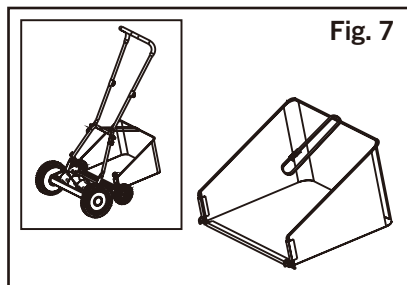

Fig. 7
- Ajustez la sangle à la bonne hauteur afin que le panier ne traîne pas sur le sol pendant la tonte ou le transport. (Fig.7).